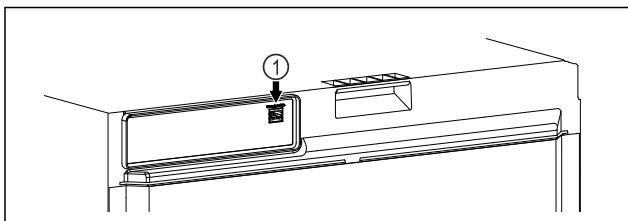

Fig. 110
- SmartModule Fig. 110 (1) je nasadený.